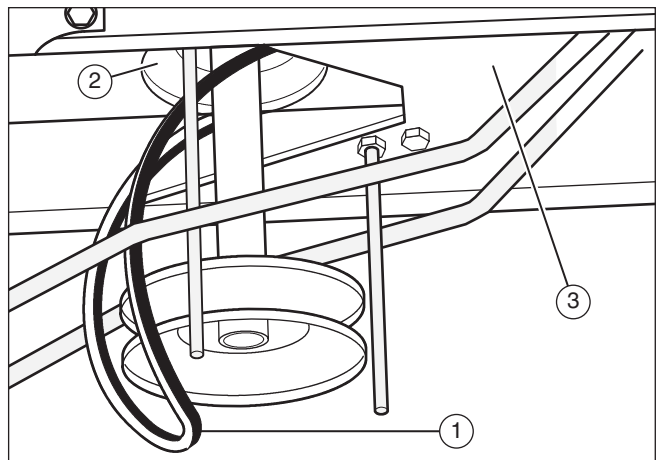

Figure 19
8. Pour retirer la courroie motrice (1) de la double poulie, tirer la première extrémité de la courroie sous la poulie double puis la rejeter en arrière entre la poulie double et la plaque de direction (3) (Figure 19).